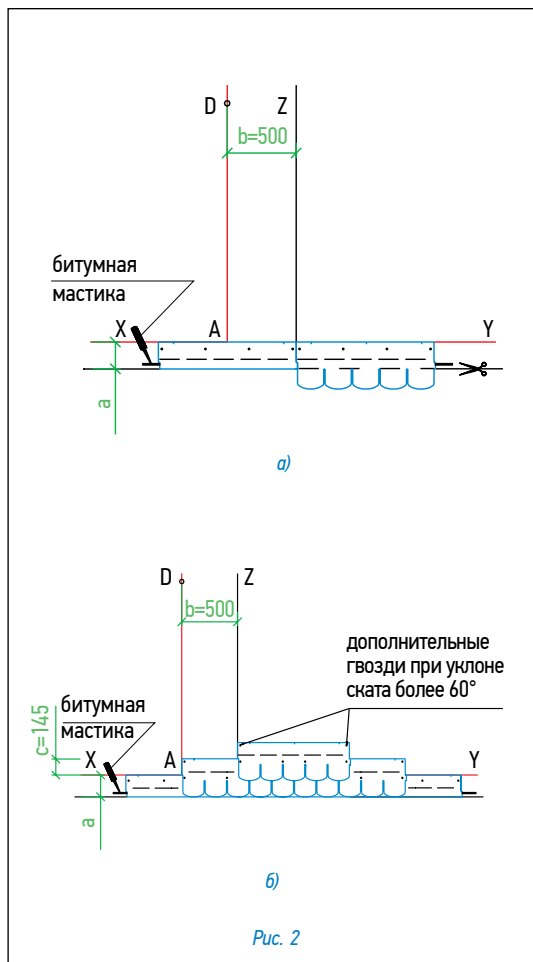

Рис. 2
### Укладка материала (рис. 2)
- далее первый ряд черепицы укладывается от линии AD (рис. 2б);
- второй ряд укладывается от линии Z (со смещением 50 см от AD) (рис. 2б);
Каждый лист черепицы крепится 4 гвоздями в штатных листах (ось гвоздей на линии битумных клеевых полос) таким образом, чтобы гвоздь прошивал и верхний край нижележащего листа черепицы (рис. 2б).